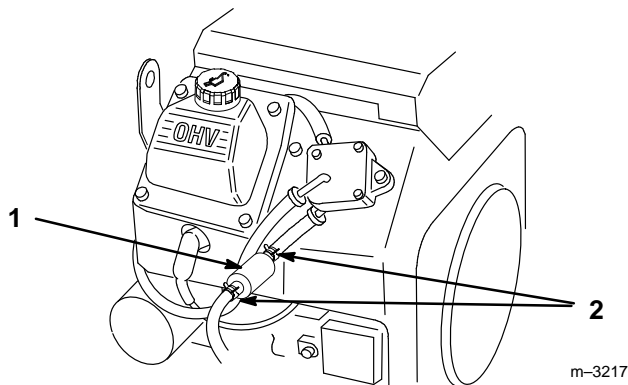

Abbildung 40
3. Die Enden der Schlauchklemmen zusammen-drücken und vom Filter weg schieben (Abb. 40).